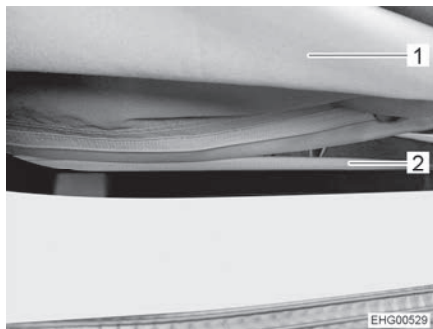

Bild 47 Dragkedja
- Öppna dragkedjan helt (Bild 47,2) på undersidan av blåsbälgen (Bild 47,1).